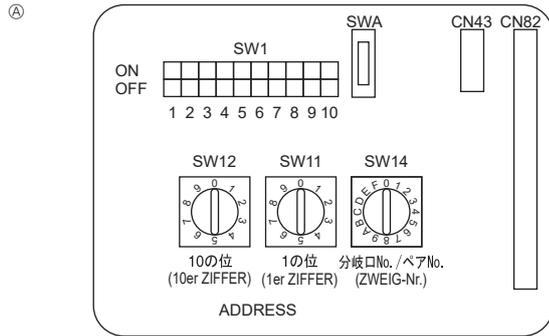

Abb. 6-4
6.5. Adressen einstellen (Abb. 6-4)